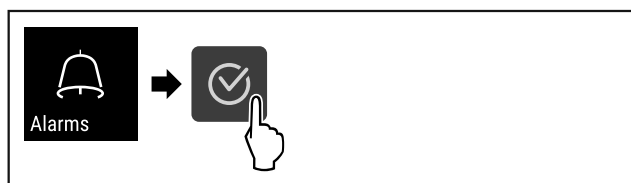

Fig. 107
- ▶ Obavite korake postupka (pogledajte Fig. 107) .